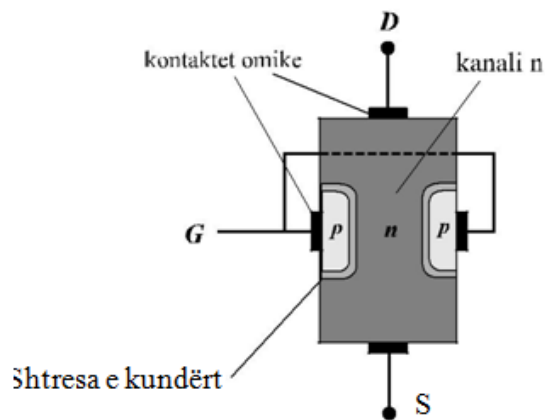

Fig.5.3
Siç shihet në fig. 5.3, kanali ndodhet midis dy shtresave gjysmëpërcjellëse të tipit “p”. Në krye të kanalit tip “n” është lidhur një kontakt ohmik me terminalin derdhje (D), ndërsa në fundin e poshtëm të së njëjtës shtresë është lidhur një kontakt ohmik me terminalin burim (*source*), S. Të dyja shtresat tip “p” janë lidhur së bashku me terminalin e portës (*gate*), G. Nëse kalimi p-n është i papolarizuar, ai sillet si një diodë e papolarizuar.